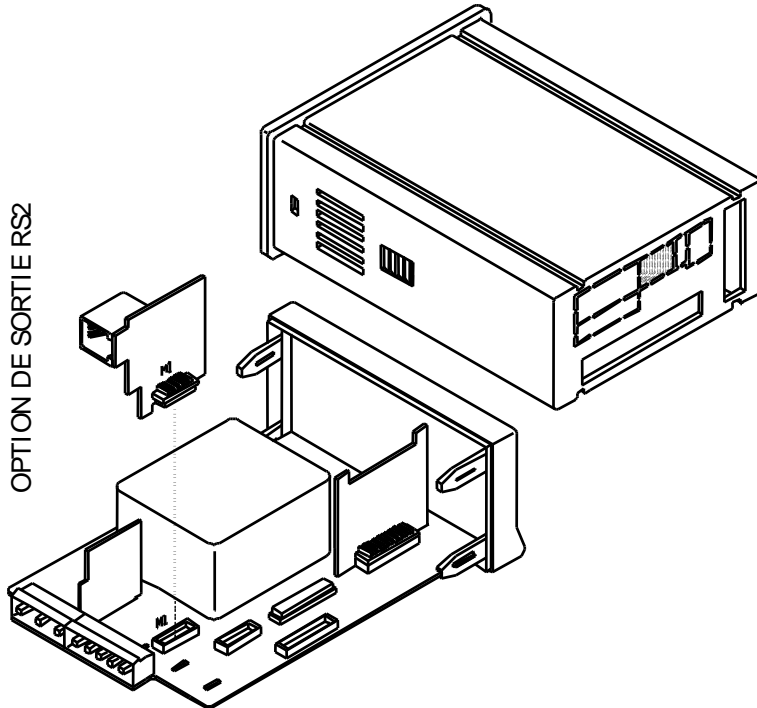

Fig.1
2. Rompre le pré-découpage (Zone grisée fig.1) arrière destiné au passage du connecteur RJ11 de la carte RS2.